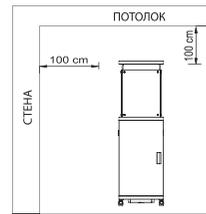

Рис. 1.
- Не накрывайте прибор и не ограничивайте движение воздушного потока. Перед включением инфракрасного газового обогревателя уберите посторонние предметы вокруг него. Все возгораемые вещества должны быть удалены из комнаты. Минимальные расстояния перед инфракрасным газовым обогревателем: – на рис. 1в